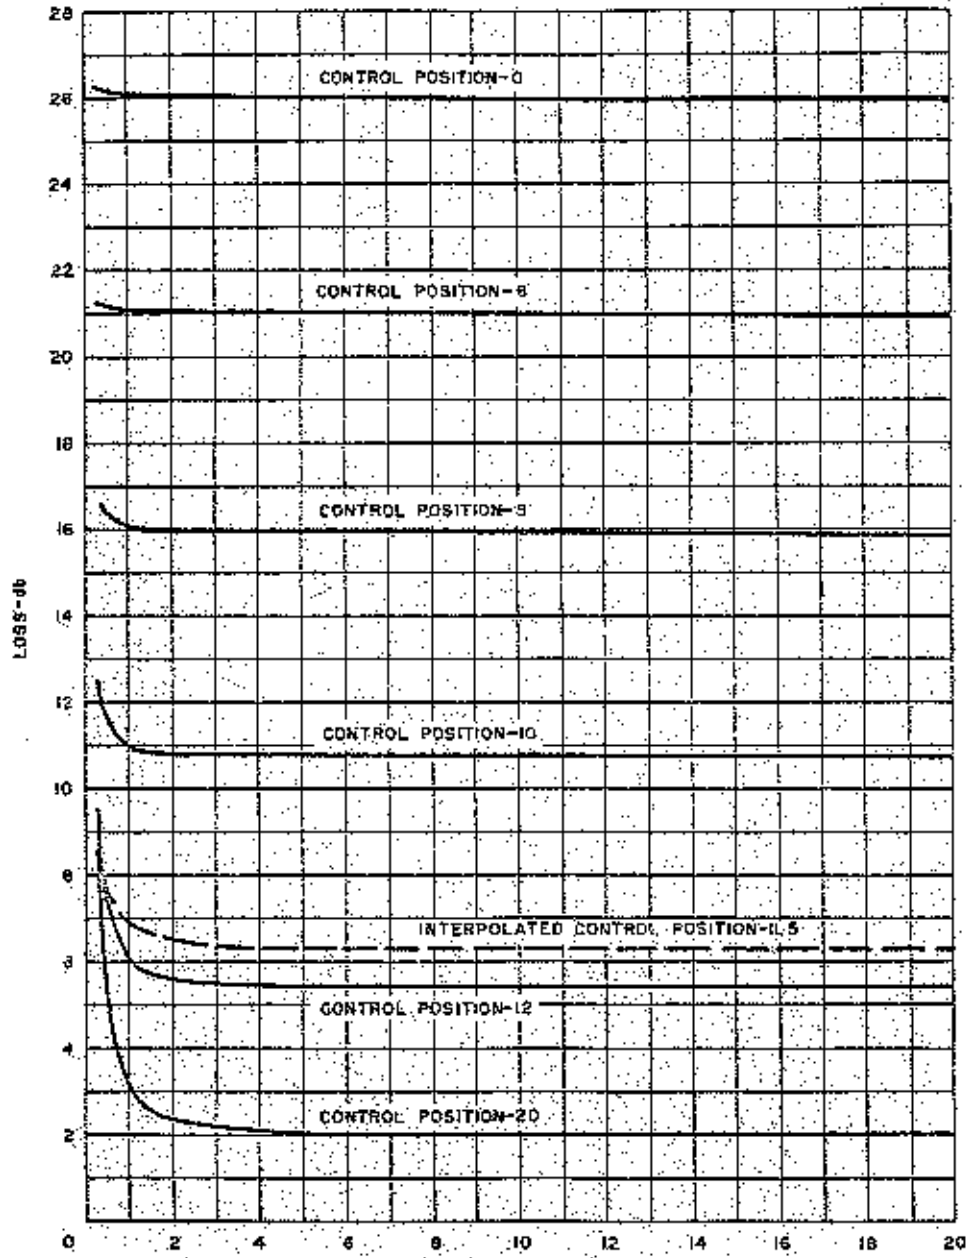

Fig. 24. Grafici di attenuazione dell'elemento equalizzatore FLAT-1KC
- Caratteristiche dell'elemento equalizzatore FLAT (fig.24)